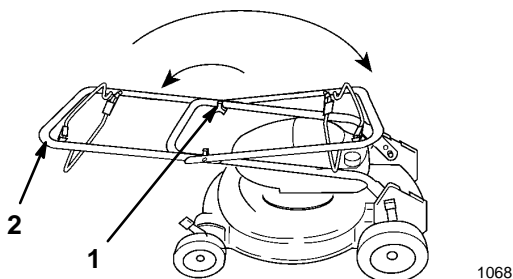

Figure 2
1. Desserrer les boutons du mancheron et relever le mancheron supérieur en arc de cercle jusqu'à ce qu'il soit dans le prolongement du mancheron inférieur et que les extrémités s'emboîtent (Fig. 2).